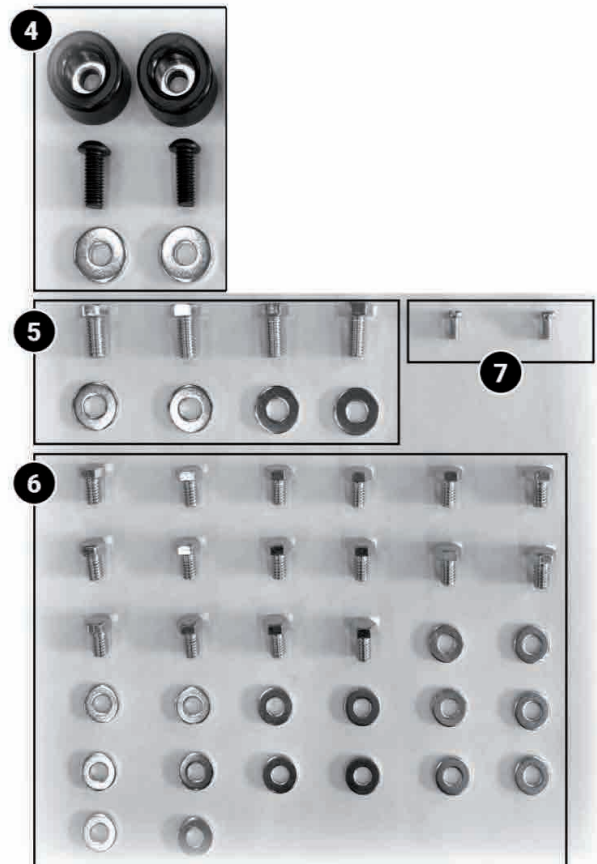

Abb. 26
**Abb. 26: Liste der Teile des Untergestells für Revo 1216 Drechselbank.** (1) Einstellbare Teile des Untergestells. (2) Bein des Untergestells. (3) Werkzeug-Ablagefach. (4) Gummifüße, Schrauben und Unterlegscheiben. (5) Schrauben und Unterlegscheiben für Befestigung der Drechselbank. (6) Schrauben und Unterlegscheiben für die Montage. (7) Schrauben für Höheneinstellung.